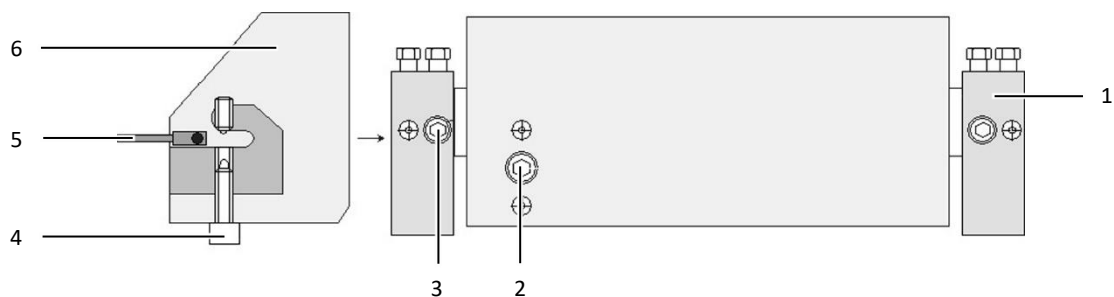
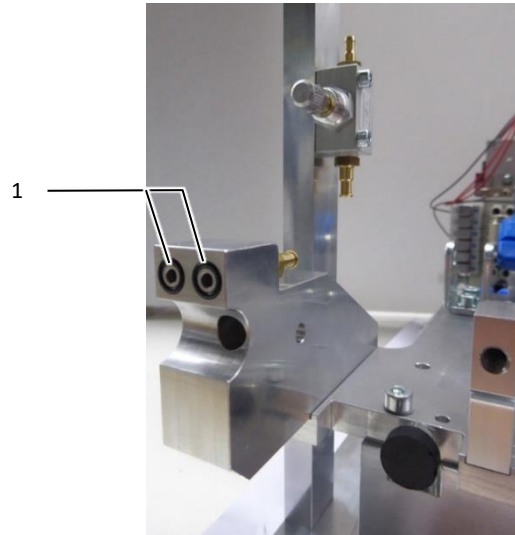

Fig. 11: Værktøjsenhed hvileposition
Fig. 12: O-ringe på fastgørelseslisten
- Værktøjsenhed (fig. 11, pos. 6) i hvileposition.
- Klemmskrue (fig. 11, pos. 2) drejes ca. 5 omdrejninger ud.
- Fastgørelsesskruer (fig. 11, pos. 3) løsnes, og værktøjsenheden tages ud.
- Kontrollér positionen på de fire O-ringe (fig. 12, pos. 1) i forhold til fastgørelseslisten (fig. 11, pos. 1).